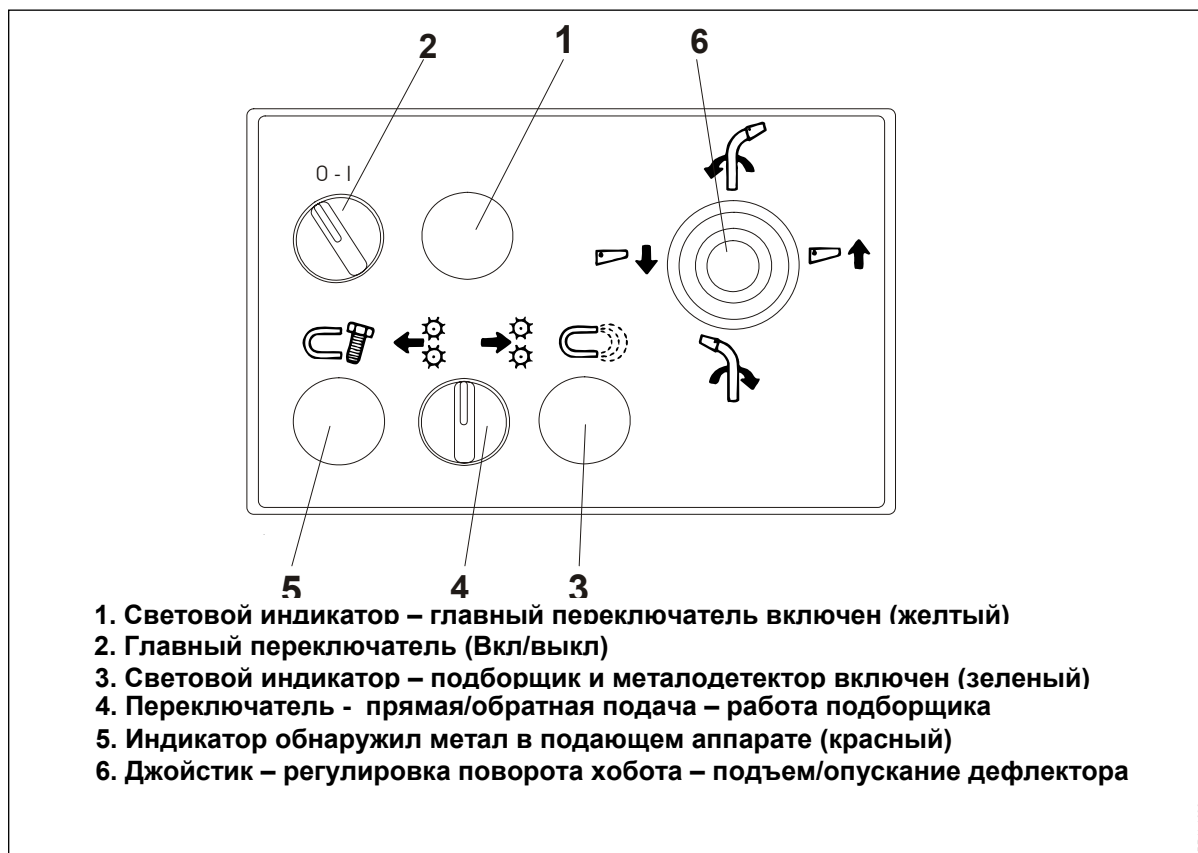

Рис. 6-5
Рис. 6-5 При регистрации металла система реверса переводится в нейтральную позицию, и на панели управления вновь загорается красный индикатор (5). Теперь металлодетектор проверен, и агрегат готов к работе, как описано выше, до загорания зеленого индикатора (3).